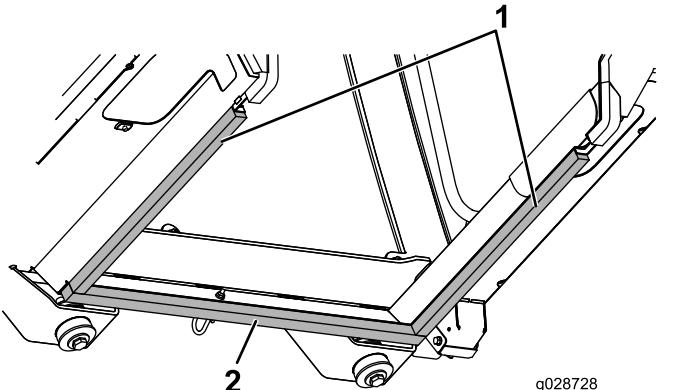

Bild 63
- Zentrieren Sie die vordere Schaumstoffdichtung an der Frontabdeckung (Bild 63).
- Drücken Sie die vordere Kante der seitlichen Schaumstoffdichtung vorne in die vordere Schaumstoffdichtung und fluchen Sie die Innenkanten der Schaumstoffdichtung mit den Innenkanten der Dichtungsplatten des Kabinenrahmens aus (Bild 63).